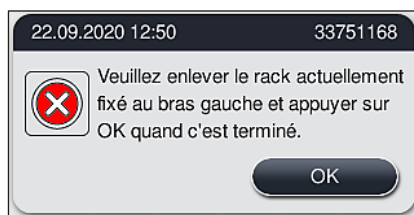

Fig. 129
5. Confirmer en appuyant sur **Ok** (→ "Fig. 129").